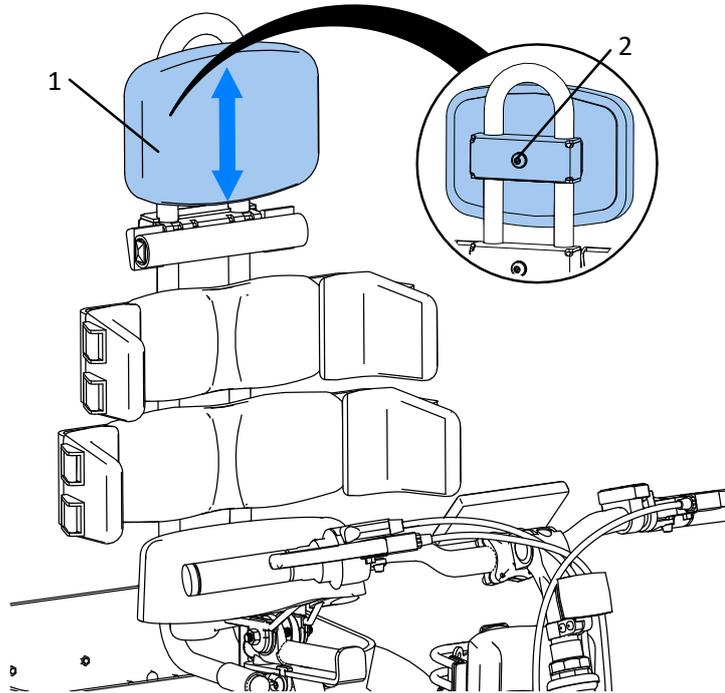

Abb. 30
Die Kopfstütze kann entlang der Rückenstütze Abb. 30 in der Höhe verstellt werden. Lösen Sie dazu die Schraube (2). Wenn die Höhe der Kopfstütze eingestellt ist, ziehen Sie die Schraube (2) fest.